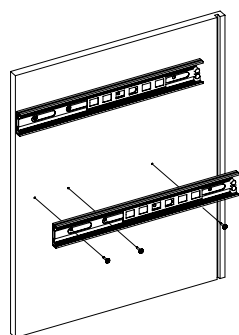
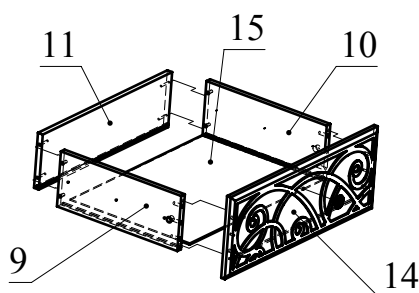

Рис.4
Рис.5
2. Соедините детали 11 и 9,10 с помощью конфирматов. Вставьте детали 15 (2шт) в пазы на деталях 10,9 и 11. С помощью минификс соедините детали 10,9 и 13,14 (Рис.4). С помощью шурупов 3,5x16 прикрепите узкие телескопы по разметке на детали 10,9 (Рис.5).